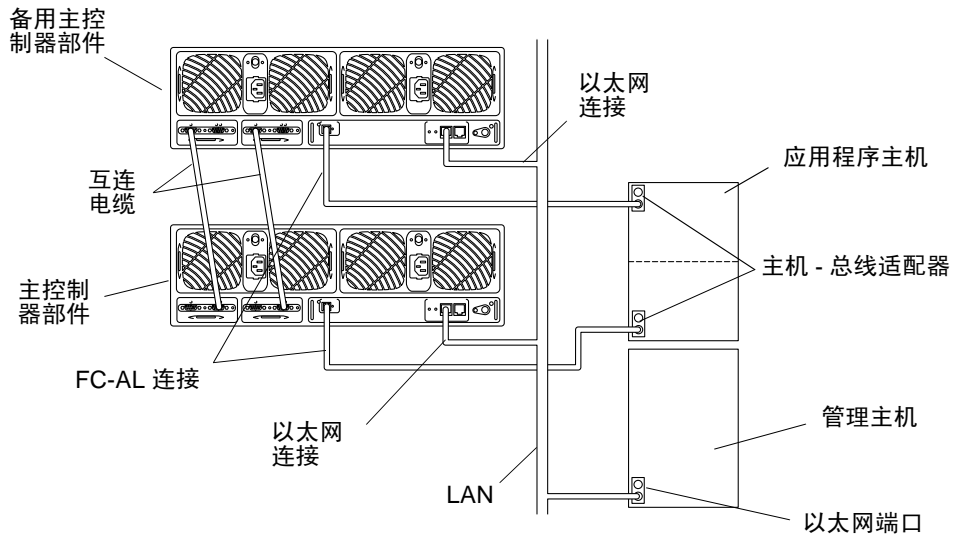

图 1-1 Sun StorEdge T3+ 阵列企业配置
- 图 1-1 Sun StorEdge T3+ 阵列企业配置 1-2